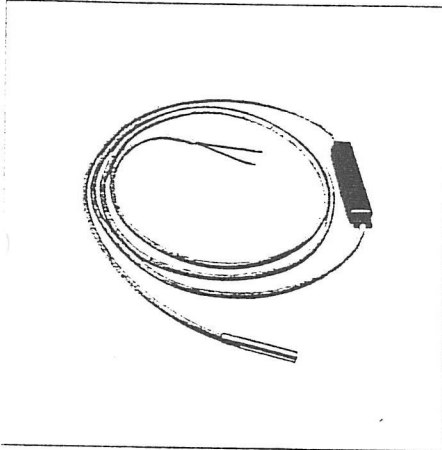

Bild 8 Kesseleinbaufühler KFE
Montage: Vorlaufrohr gut säubern, Wärmeleitpaste auf Vorlaufrohr auftragen, Fühler mit Spannband gut befestigen. Ein evtl. im Kessel eingebauter Kesselfühler KFE (Bild 8) ist anstelle des VFAN anzuschließen.
3.3 Kesseleinbaufühler KFE (Bild 8)